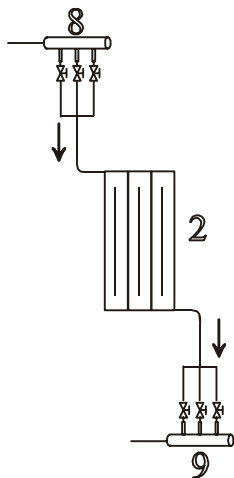

Рис. 24.2.
2. Подающий и обратный коллекторы. (Рис. 24.2.)